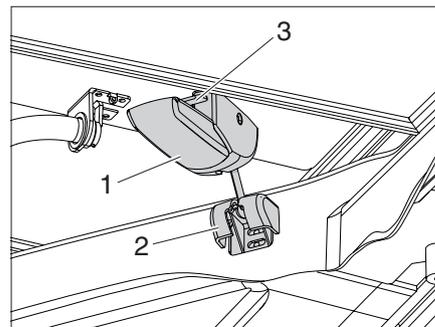

Fig. 34 Sbloccare i bloccaggi a sinistra e a destra
- ▶ Spingere la leva di sicurezza (Fig. 34,3) verso l'alto e contemporaneamente abbassare il bloccaggio (Fig. 34,1) a sinistra e a destra.
- ▶ Estrarre il perno (Fig. 34,2) dall'alloggiamento.